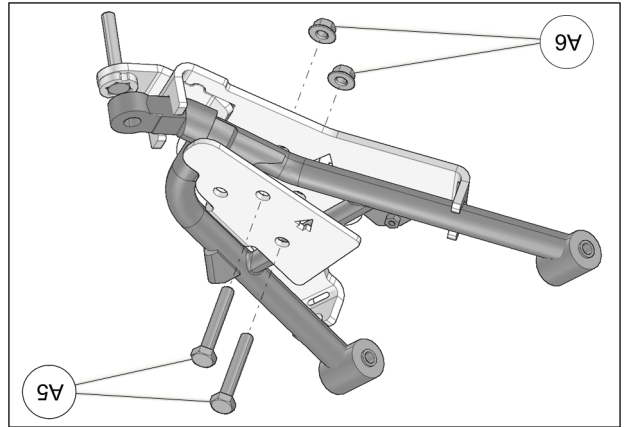

Fig. 22
11. Insérer les boulons M10x65 mm (A5) par le dessus de l'ancrage. Assembler les deux parties avec les écrous (A6) fournis. Serrer l'assemblage à un couple de 50 N•m [37 lb•pi]. Voir la Fig. 22